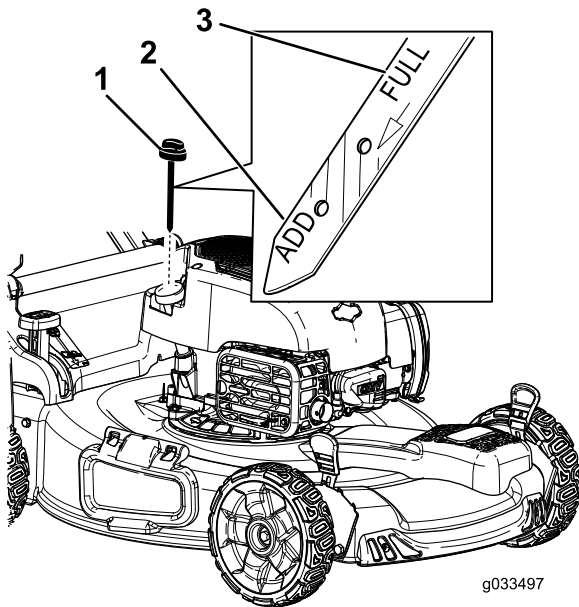

Bild 5
2. Entfernen Sie den Peilstab, indem Sie den Deckel nach links drehen und herausziehen (Bild 5).
6. Lesen Sie den Ölstand am Peilstab ab (Bild 5).